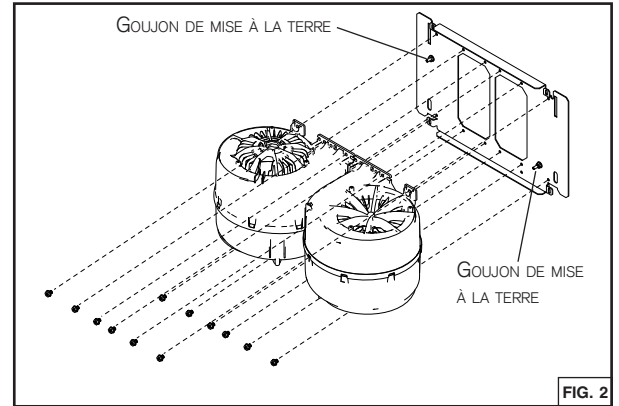

FIG. 2
2. Choisir la position souhaitée de sortie du ventilateur (FIG. 2).